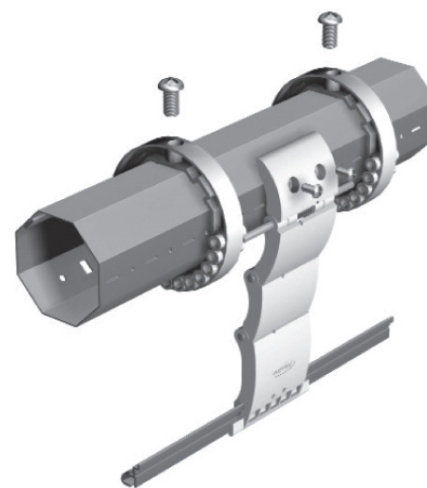

Рис. 2
3. Используя ленточный или шнуровый привод (5), замок легко расцепляется, штифт выходит из зацепления и полотно роллеты свободно перемещается. (рис.2).
Открытое положение (рис. 2)
- Автоматический замок полностью разогнулся в противоположную сторону. (рис.2)